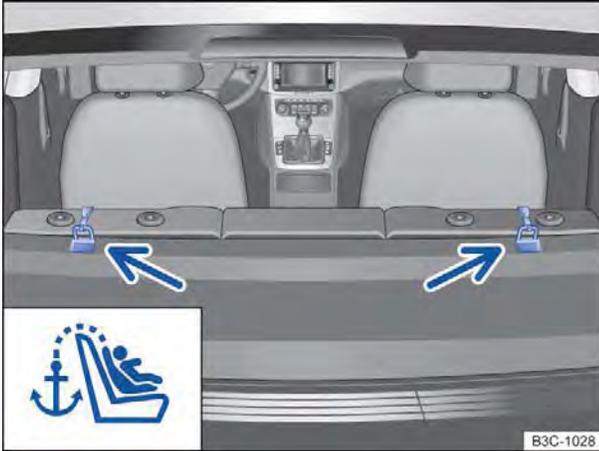

Fig. 82 Olhais de fixação para o assento externo na superfície atrás do banco traseiro.
- Enganchar o cinto de fixação superior no respectivo olhal de retenção ⇒ Fig. 82.